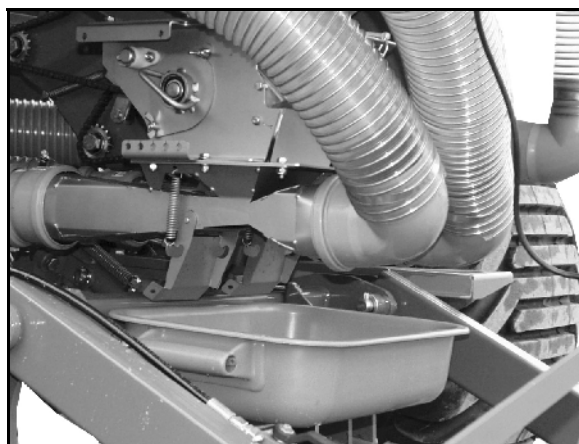

Рис. 120
- Рис. 120: лоток под дозатором посевного материала.